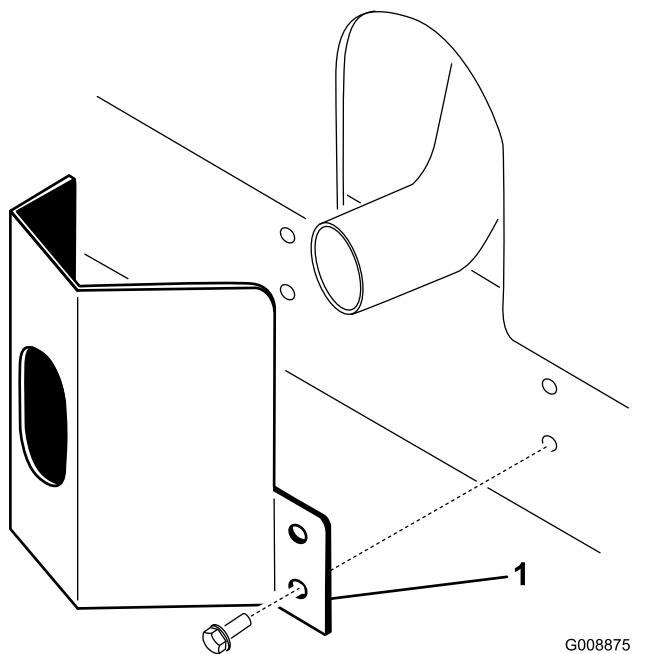

图 11
1. 将排气护罩放到消声器旁边同时将安装孔与机架中的孔对齐图 11。
2. 用 4 个自攻螺丝将排气护罩固定到机架上图 11。